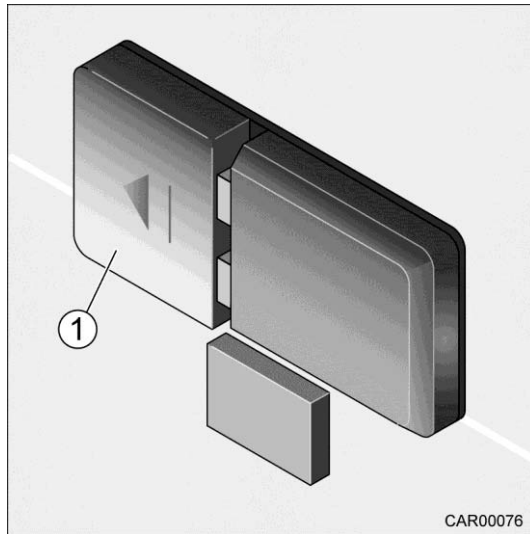

Fig. 170 Lampe qui marche sur piles
1. Enlever le cache (Fig. 170/1).